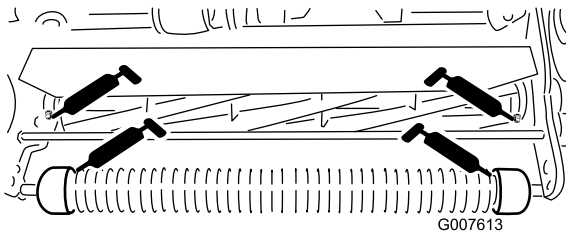

Bild 17
- 2 an der Frontrolle (Bild 17)
- 2 an den Spindellagern (Bild 17)